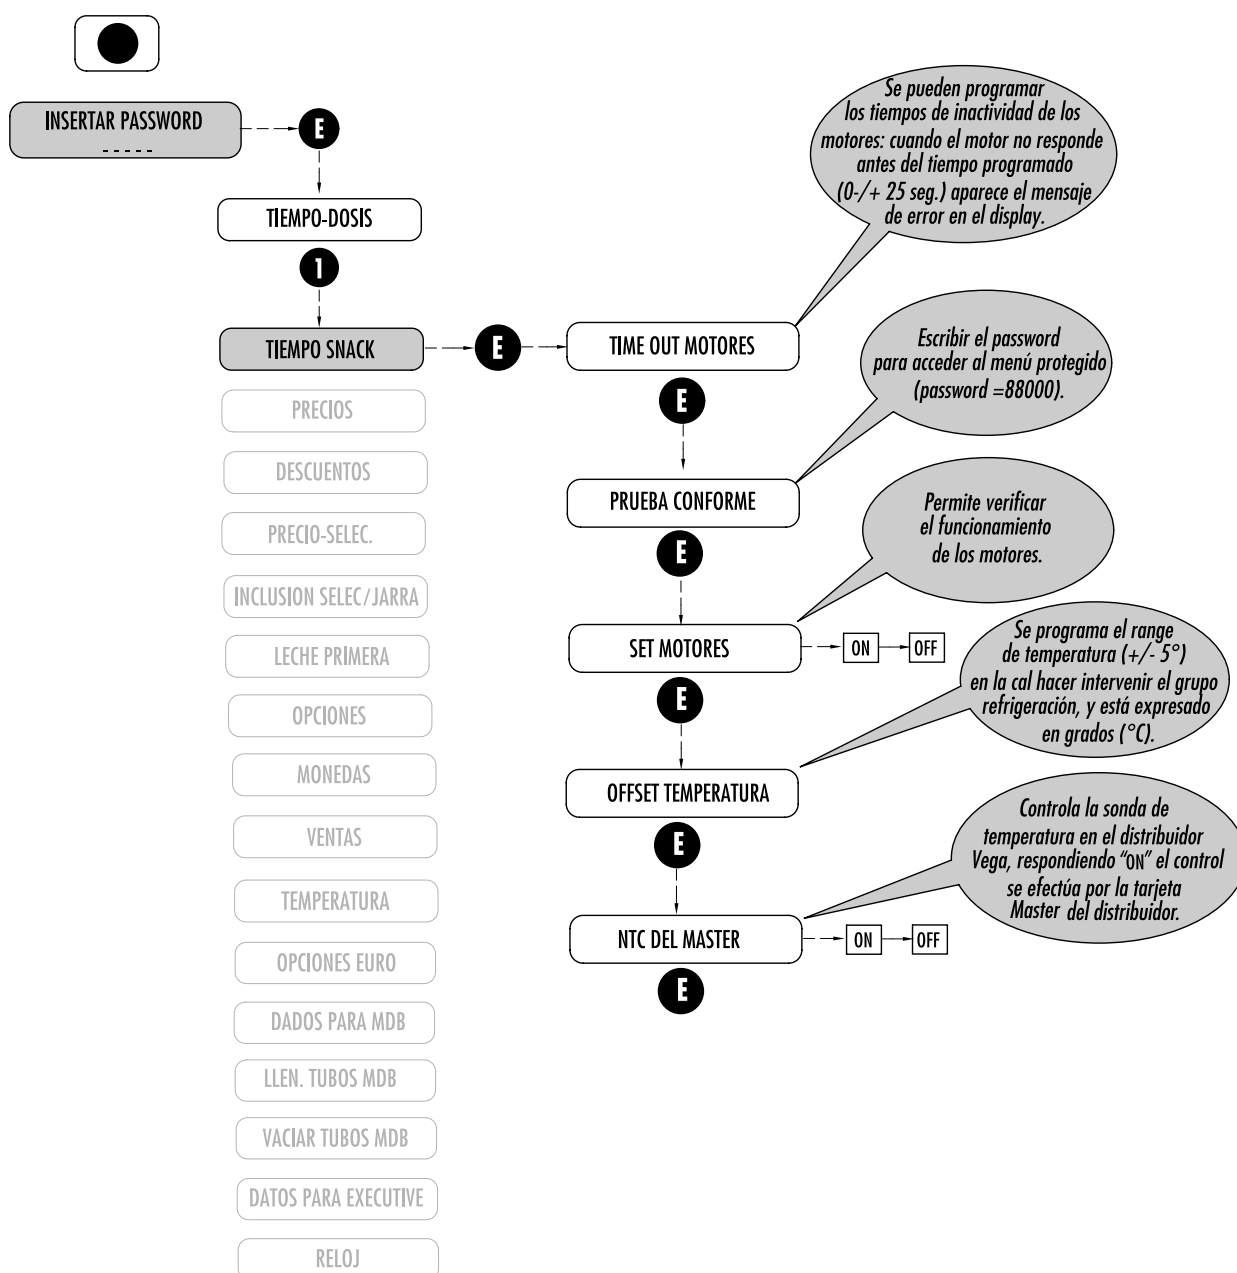

Fig. 7.5
7.2.2 TIEMPO SNACK (con Master/Slave) (Fig. 7.5)